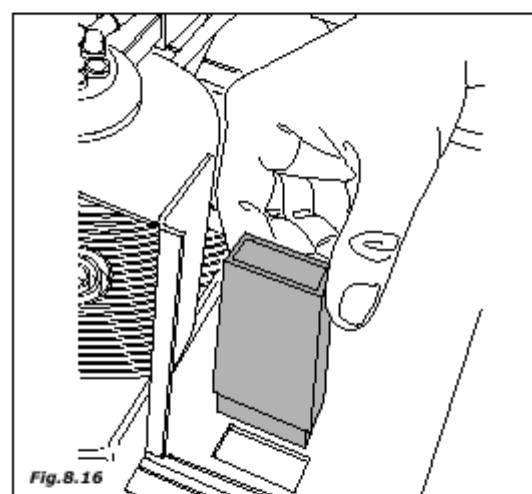

Fig. 8.16
- вставьте конвейерный желоб рядом с выходом паза для монет (рис. 8.16).